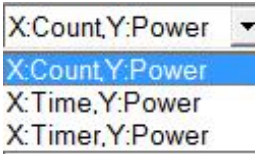

图 10 数据记录模式
②区域 3 中横纵坐标可选择不同方式记录数据，如图 10，其中，“X:Count, Y:Power”表示以所测的样点数为数据记录的顺序，“X: Time, Y:Power”表示以时间点和样点数为数据记录的顺序，“X:Timer, Y:Power”表示以时间段和样点数为记录数据的顺序；